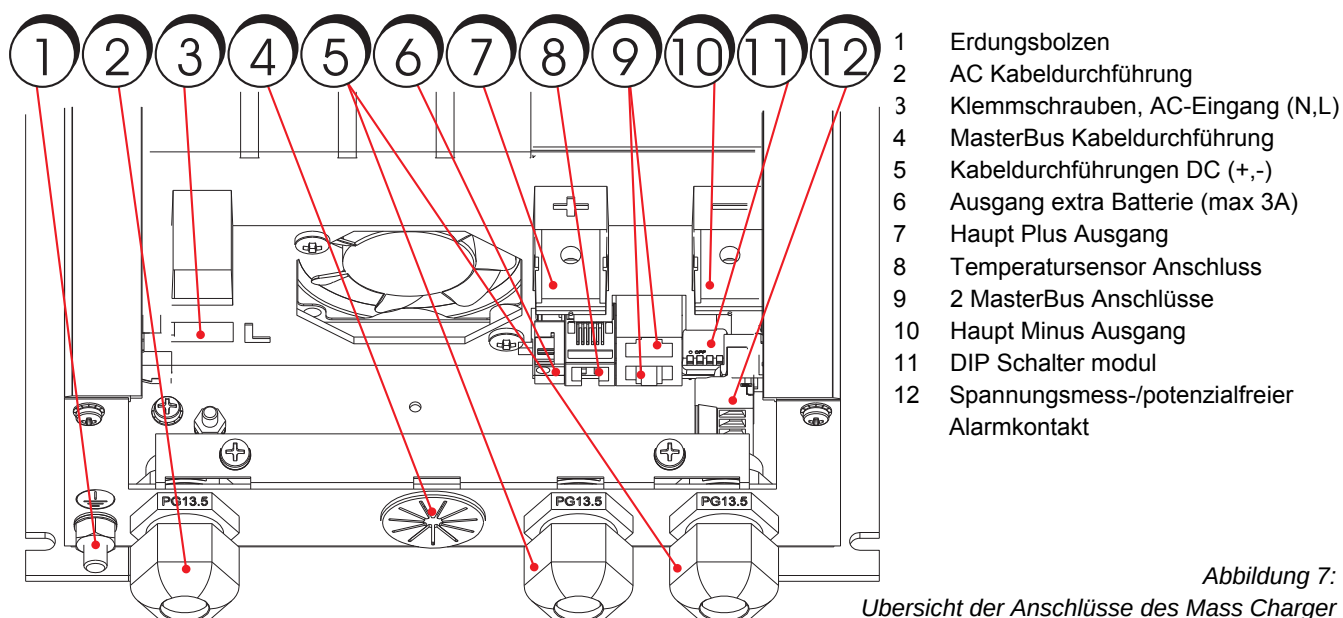

Abbildung 7: Übersicht der Anschlüsse des Mass Charger
- Schließen Sie den Pluspol der zweiten Batterie an den +3A-Anschluss des Mass Charger an (siehe Abb. 7 und 8).
Der Temperatursensor ist vorverkabelt mit einem 6 m Kabel inkl. passendem Stecker. Suchen Sie den wärmsten Ort der zu ladenden Batteriebank und machen Sie die Klebefläche an der Batterie sauber und fettfrei. Kleben Sie den Sensor mit dem doppelseitigen Klebeband an die Batterie(n). Der Anschluß des Temperatursensor erfolgt über den 6poligen Telefonstecker in wahlweise einem der beiden passenden Anschlüsse ("RS 232" oder "Analog"), Abbildung 7 und 8. Ein Kürzen überschüssigen Kabels ist nicht notwendig. Falls doch gekürzt wird, achten Sie beim Wiederanschließen auf die Polarität und verwenden Sie den alten Anschluss als Beispiel.
kompensiert werden. Verwenden Sie für die Messleitung 0,75 qmm und Sicherungen 2A träge. Schließen Sie die Leitungen mit den zwei oberen Terminals des grünen Anschlusses auf der rechten Seite des Gehäuses an (siehe Abb. 7). Achten Sie besonders auf die Polarität der Leitungen, rot an +S und schwarz an -S. Schließen Sie jetzt die andere Seite der Leitungen an: schwarz an den Minuspol der Batterie und rot an die Batterieseite der Mass Charger-Sicherung.
Der Batterielader besitzt ein Alarm-Relais (Abb. 7) mit potentialfreien Kontakten. Es können zwei Modi gewählt werden: Standard (Werkseinstellung) oder Alarm-Modus (Continuous-Mode).
Abbildung 7 zeigt die Mass Charger Anschlüsse.
Der Mass Charger hat vier DIP-Schalter, siehe Abbildung 7. Diese Schalter werden durch Umdrehen der Hebel mit Hilfe eines kleinen Schraubenziehers in die andere Position gebracht.